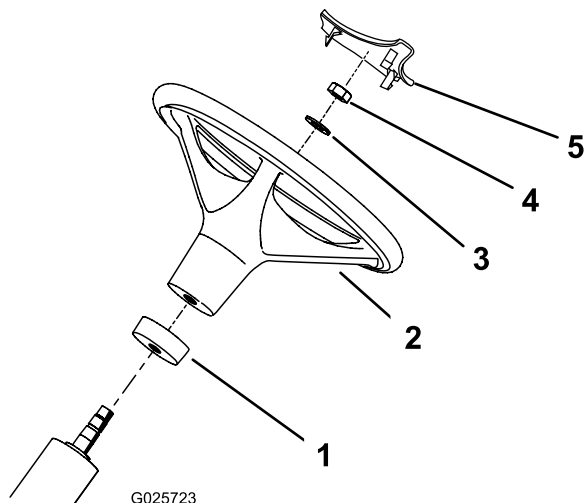

図 2
2. ウレタン製カラーを、径の小さい方からステアリングシャフトにはめ込む 図 2。
3. ハンドルをステアリング シャフトにはめ込む (図 2)。
4. ハンドルをステアリングシャフトにはめ込み、ワッシャとロックナットで固定する 図 2。
6. ステアリングハンドル用のカバーをハンドルの所定位置に押し込むようにして取り付ける 図 2。